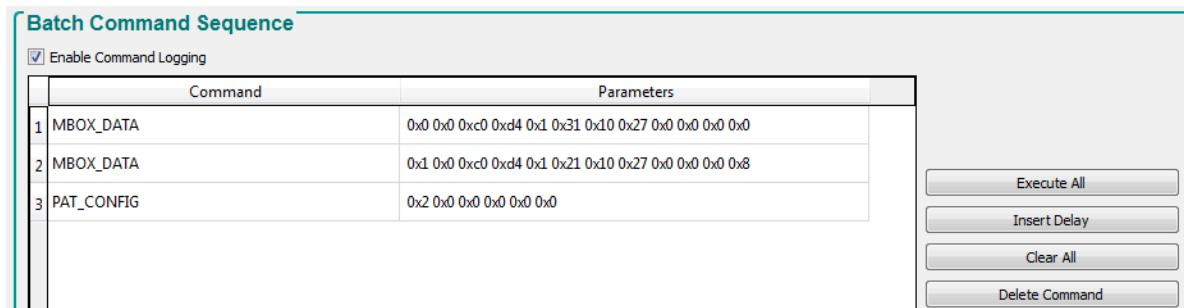
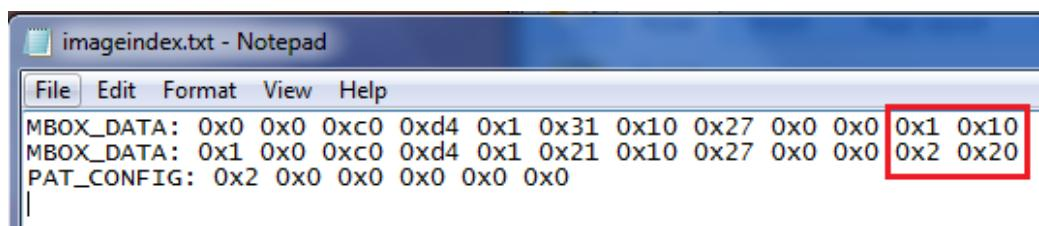

图 3-24. 图形 LUT 定义和配置
图 3-25. 更新索引和位位置
10. 图 3-24 显示了图案序列的 **Pattern LUT Definition** 和 **Configuration**。
16. 使用记事本或类似的编辑器打开并编辑步骤 11 中保存的批处理文件。该文件通常存储在 **C:\Texas Instruments-DLP\DLPC900REF-SW-5.2.0\DLPC900REF-GUI\Images and Batch files** 文件夹中的 **LCR[DMD]_Images** 文件夹内，具体取决于所使用的 DLPC900 DMD EVM。更改图像索引和位位置，如图 3-25 所示。有关图案 LUT 定义和配置命令的详细信息，请参阅 DLPC900 编程人员指南 (DLPU018)。
17. 图 3-25 显示了两种图案图像的图像索引和位位置，其中的值与图 3-24 中的值相比发生了变化。点击 **Save** 保存新的批处理文件。